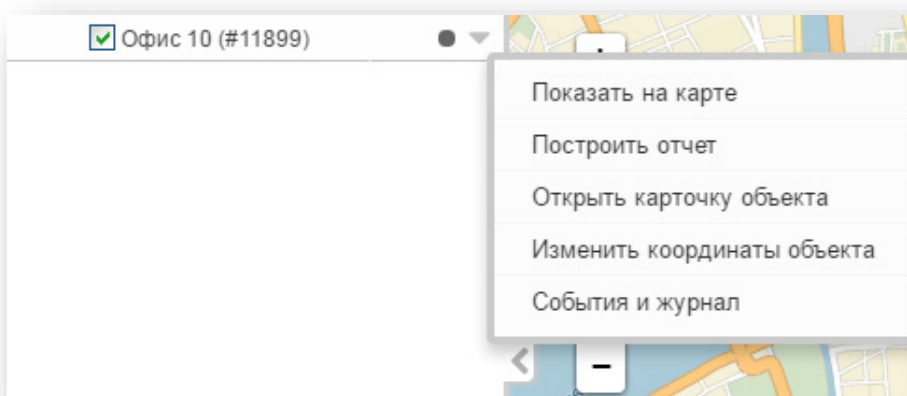

Рисунок 98. Построение отчёта по выбранному объекту
- Контекстное меню в дереве объектов (рис. 98). Позволяет построить отчёт по выбранному объекту.